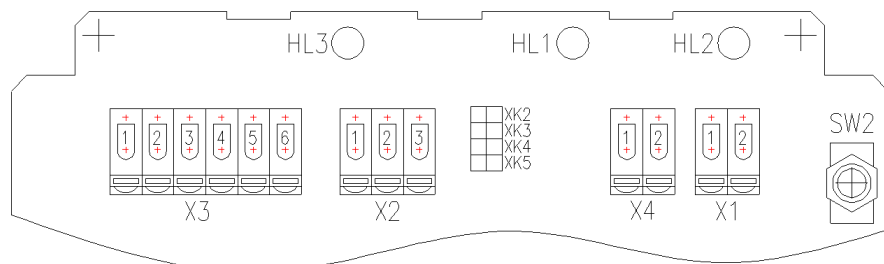

Рисунок 9.1 – Коммутационные поля датчика
Режим № 1: дежурный режим работы, обеспечивающий охрану периметра с использованием установленного на заводе-изготовителе порогового значения чувствительности. Выбор данного режима осуществляется установкой до включения питания датчика джампера в коммутационное поле ХК5 (см. Рис. 9.1). Джамперы в коммутационных полях ХК2, ХК4 должны отсутствовать;
Режим № 2: режим настройки чувствительности. В данном режиме осуществляется настройка пороговой чувствительности путём пробного воздействия на фланги СЗ или автоматическая настройка под фоновые воздействия факторов окружающей среды. Параметры воздействия сохраняются в энерго-независимой памяти датчика. Переход в режим настройки осуществляется установкой до включения питания джамперов в коммутационные поля ХК4, ХК5. Джампер в коммутационном поле ХК2 должен отсутствовать (см. Рисунок 9.1);
- 4) установите джамперы в коммутационные поля ХК4, ХК5 (см. Рис. 9.1);